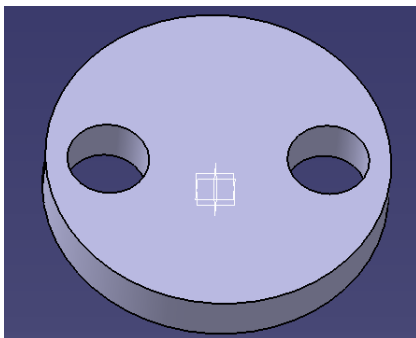

图 3-40
(1) 用 xy plane → sketcher → Circle → Pad 画如下图形（见图 3-40）。